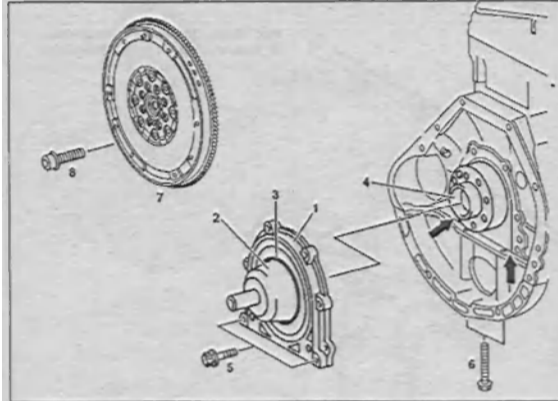

Рис. 3.7. Снятие и установка задней крышки вместе с сальником:
4. Снимите заднюю крышку 1 с сальником с блока цилиндров (рис. 3.7).